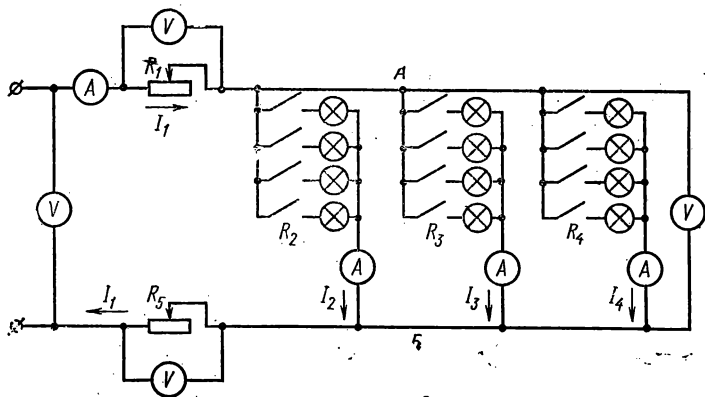

Рис. 2.17
1. На схеме рис. 2.17 показано смешанное соединение приемников. Между точками *A* и *B* включены три парал-
1. Собрать цепь (см. рис. 2.17) и показать ее преподавателю для проверки.